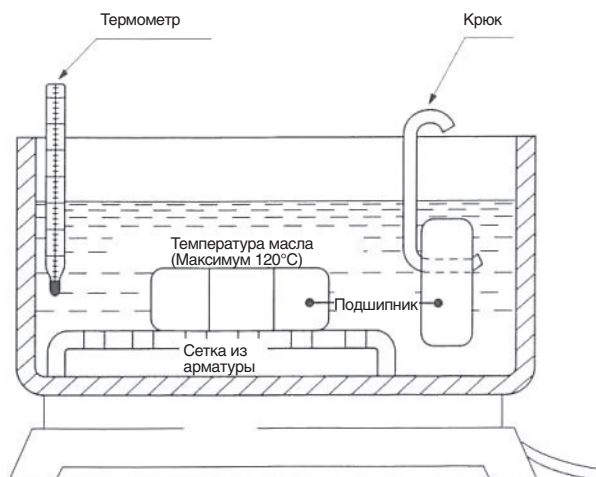

Рис. 3.26 Нагрев в масляной ванне
- в. Размер масляной ванны должен быть таким, чтобы в ней могло находиться одновременно от 2 до 5 подшипников. Глубина ванны должна быть такой, чтобы подшипники были погружены полностью. Перед нагревом обязательно подложите под подшипник сетку из арматуры или что-то подобное, чтобы не допустить прямого контакта подшипника с ванной, как показано на **рис. 3.26**. Для облегчения работы установите над ванной траверсу, на которую на стропях можно было бы повесить подшипники, погруженные в ванну.